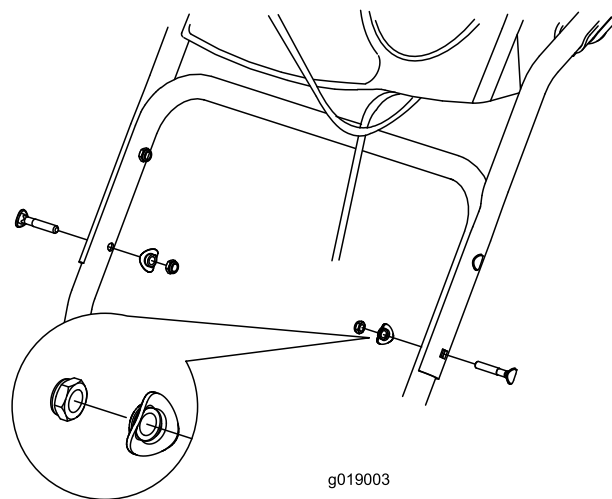

Figure 4
1. Soulevez et faites pivoter la partie supérieure du guidon pour la placer au-dessus de la partie inférieure (Figure 4).
2. Installez 2 boulons de guidon, 2 rondelles bombées et 2 contre-écrous dans les trous inférieurs du guidon (Figure 4).